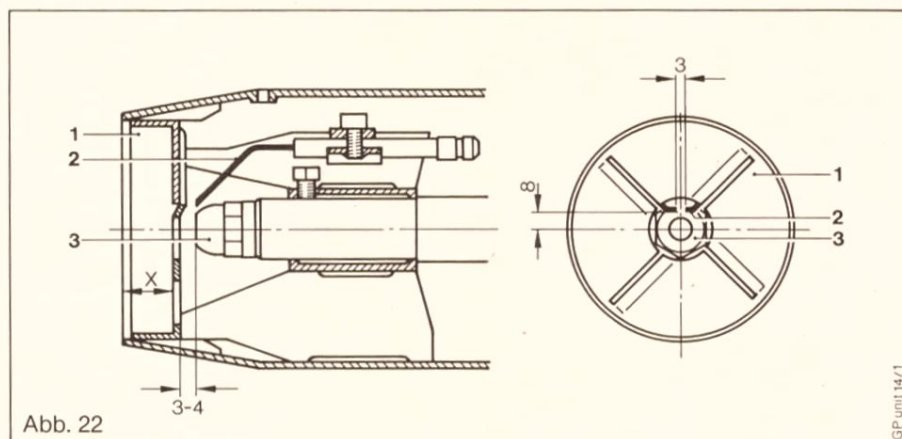

Abb. 22
- b) Lösen der Konterrändelmutter (5) und drehen an der Einstellrändelschraube (4) nach links, ergibt weniger Pressung an der Stauscheibe (weniger Co₂), (Maß x wird größer. Siehe Abb. 22), nach rechts ergibt mehr Pressung an der Stauscheibe (mehr Co₂), (Maß x wird kleiner. Siehe Abb. 22).
Legende zu Abb. 22
Die Spitzen der Zündeletroden (2) dürfen nicht über die Vorderkante der Brennerdüse (3) hinausragen. Die in Abb. 22 angegebenen Abstände zur Brennerdüse (3), zur Stauscheibe (1) und zueinander sind genau einzuhalten.
Zur Beachtung: Mischeinrichtung mit Zündeletroden (2) beim Einbauen nicht verdrehen. Aus Gründen der Funktionssicherheit die in Abb. 22 dargestellte Stellung beibehalten!